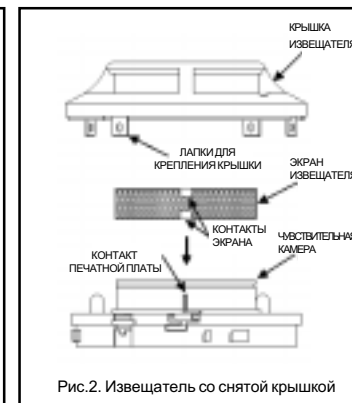

Рис.2. Извещатель со снятой крышкой
2. Снимите крышку извещателя, для чего при помощи маленькой отвертки с плоским шлицем осторожно ослабьте каждую из четырех лапок, которые удерживают крышку на своем месте (Рис. 2).
6. Установите на место экран извещателя, соблюдая ориентацию его контактов относительно контактов печатной платы (Рис. 2). Убедитесь в том, что экран вошел до упора в соответствующие контакты печатной платы.